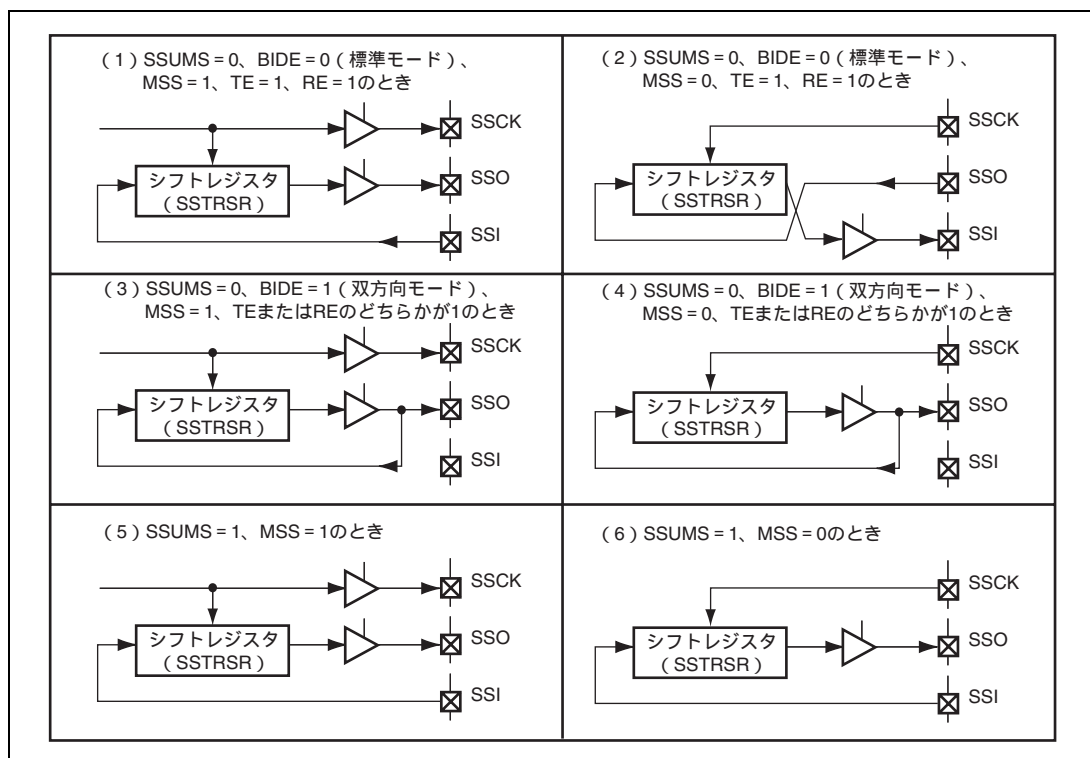

図 17.3 データ入出力端子とシフトレジスタの関係
SSCRH の MSS、BIDE と、SSCRL の SSUMS の組み合わせにより、データ入出力端子と SS シフトレジスタ (SSTRSR) の接続関係が変わります。これらの接続関係を図 17.3 に示します。
SSU は、BIDE=0、MSS=1 (標準、マスタモード) で動作しているとき、SSO 端子からシリアルデータを送信し、SSI 端子からシリアルデータを受信します (図 17.3 (1))。また、BIDE=0、MSS=0 (標準、スレーブモード) で動作しているとき、SSI 端子からシリアルデータを送信し、SSO 端子からシリアルデータを受信します (図 17.3 (2))。
BIDE=1 (双方向モード) では、マスタモード、スレーブモードにかかわらず、SSO 端子からシリアルデータの送信または受信を行います (図 17.3 (3)、図 17.3 (4))。
SSUMS=1 で動作しているとき、SSO 端子からシリアルデータを送信し、SSI 端子からシリアルデータを受信します。MSS=1 のときは SSCK 端子から内部クロックを出力し、MSS=0 のときは SSCK 端子は入力端子となります (図 17.3 (5)、図 17.3 (6))。